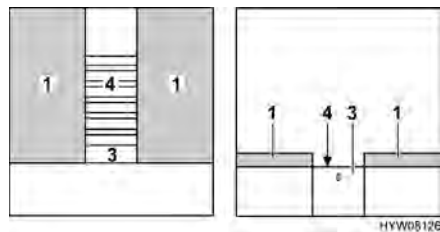

Bild 75 Under ombyggnaden
- Drag ut ribbotten (Bild 75,4) helt. Dra i utdragningsanordningen (Bild 75,3).